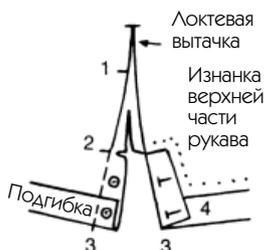

Рис. 382
1. Вне зависимости от того, расположен разрез на локтевой вытачке или на настоящем локтевом шве, закончите строчку перед разрезом (точка 1, рис. 382). Пока что воздержитесь от стачивания другого шва, чтобы позволить рукаву лечь плашмя в целях облегчения работы.
2. На локтевом шве (или локтевой вытачке, как на примере) пометьте длину разреза (точка 2, рис. 382).
— Затем отогните припуски на локтевой шов, как показано на рис. 382 (точка 4), при этом локтевая вытачка должна быть предварительно надсечена (см. пример).
Примечание. Этот способ обхождения угла необходим, чтобы сделать первую петлю (см. ее месторасположение на рис. 382), но при наличии обычной декоративной застежки без петель угол будет выполняться, как объяснялось для рис. 380.
— Она делается по ширине шва, которая будет равняться примерно 2,5 см (рис. 382). Аккуратно обметайте ее и подгибку.
— Из бортовки со степенью жесткости, подходящей к ткани, вырежьте (см. заштрихованную часть и точки 2 и 3 на рис. 383) кусок для каждой части рукава, расположив по косой нити нижний срез рукава. Прокладка должна выходить за пределы подгибки и загиба более чем на 1 см (см. маленький пунктир на рис. 382 и те же точки 2 и 3).
Планка, на которой пришиваются пуговицы, должна быть выполнена, как показано в предыдущем разделе (рис. 382).